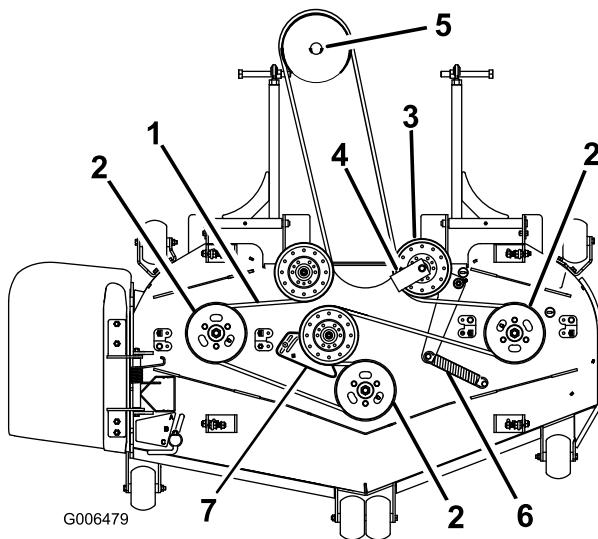
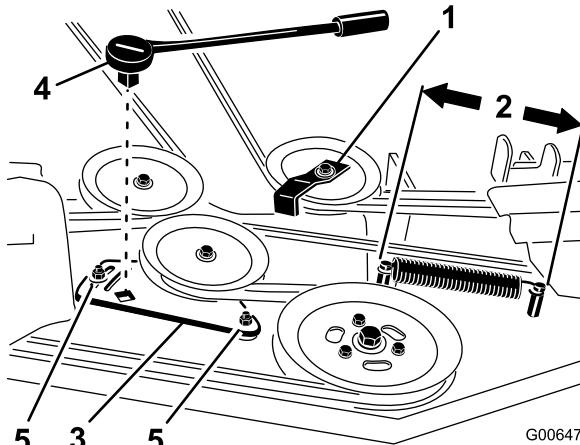

Figura 72
Figura 74
4. Para cortacéspedes de 183 cm (72"), afloje los pernos que sujetan la chapa de la polea tensora (Figura 74).
6. Retire la guía de la correa de la polea tensora tensada con muelle según se muestra en Figura 72 y Figura 74.
8. Pase la correa nueva alrededor de las poleas del cortacésped y de la polea de la caja de engranajes, debajo del motor (Figura 72).
9. Instale la guía de la correa en la polea tensora tensada con muelle con un ángulo de 45 grados, como se muestra en Figura 72 y Figura 74. Apriete el perno a 37–45 N·m (27–33 pies-libra).
10. Instale el muelle tensor en los dos postes (Figura 72 y Figura 74).
7. Gire la llave de carraca para desplazar la chapa de la polea tensora hasta obtener una distancia de 25.4 a 26.0 cm (10" a 10¼") entre los postes, según se muestra en Figura 74.
8. Manteniendo la tensión de la correa y la longitud del muelle, apriete los pernos que fijan la chapa de la polea tensora (Figura 74).
4. Mida la longitud del muelle (Figura 74). Si la longitud del muelle es de 25.4 a 26 cm (10" a 10¼") entre los postes, no se necesita ningún ajuste.
5. Afloje los pernos que sujetan la chapa de la polea tensora (Figura 74).
6. Introduzca una llave de carraca en el taladro cuadrado de la chapa de la polea tensora del cortacésped para ajustar la tensión (Figura 74).